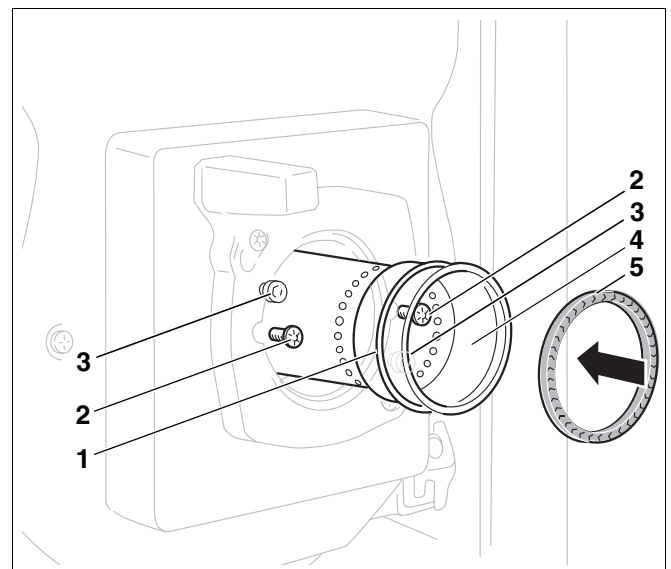

Abb. 32 Brennerrohr austauschen und Dichtung (Brennertyp 17 bis 45 kW) prüfen
- Die beiden Befestigungsschrauben (Abb. 32, **Pos. 2**) lösen.
- Neues Brennerrohr (Abb. 32, **Pos. 4**) und O-Ring (Abb. 32, **Pos. 1**) einbauen.
- Vor dem Einbau des Brenners die Dichtung (Abb. 32, **Pos. 5**, Seite 33) zwischen Mischsystem und Brennerrohr prüfen.
- Bei den Brennertypen 17 bis 45 kW wird die Dichtung (Abb. 32, **Pos. 5**, Seite 33) in das Brennerrohr eingesetzt.
- Den Brenner auf die beiden Schrauben im Brennerflansch (Abb. 32, **Pos. 3**, Seite 33) aufsetzen.
- Linksdrehung bis zum Anschlag und die Befestigungsschrauben (Abb. 32, **Pos. 2**, Seite 33) wieder anziehen.